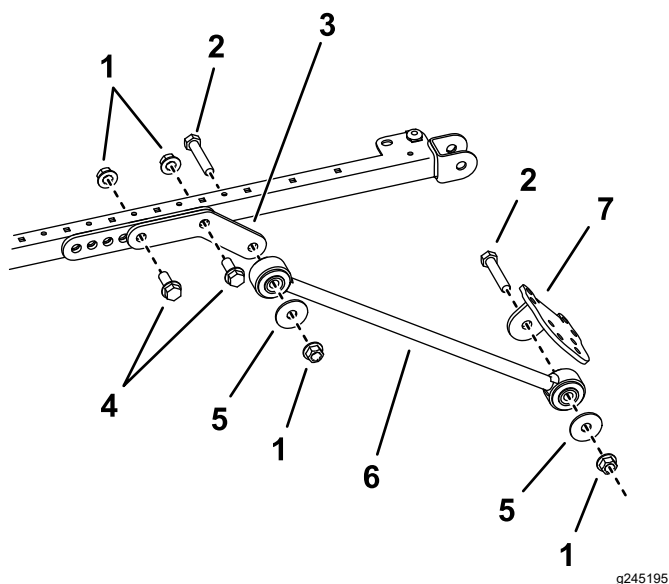

図 40
9. サンシェードのフレームの左右それぞれの側で、取り付けブラケットの後ろと中央の穴とに延長リンクを仮止めするボルト $\frac{1}{2}$ x $1\frac{1}{2}$ " 2 本、フランジナット $\frac{1}{2}$ " 2 個を使用して図 40 のように取り付ける。
10. 各延長リンクの外側にブレースを取り付けるボルト $1/2$ x $2\frac{1}{2}$ "、ワッシャ $1/2$ "、フランジナット $1/2$ " を使用し、図 40 のように取り付ける。
11. 各ブレースに、ブレースブラケットを仮止めするボルト 1/2 x 2 1/2"、ワッシャ 1/2"、フランジナット 1/2" を使用し、図 40 のように取り付ける。